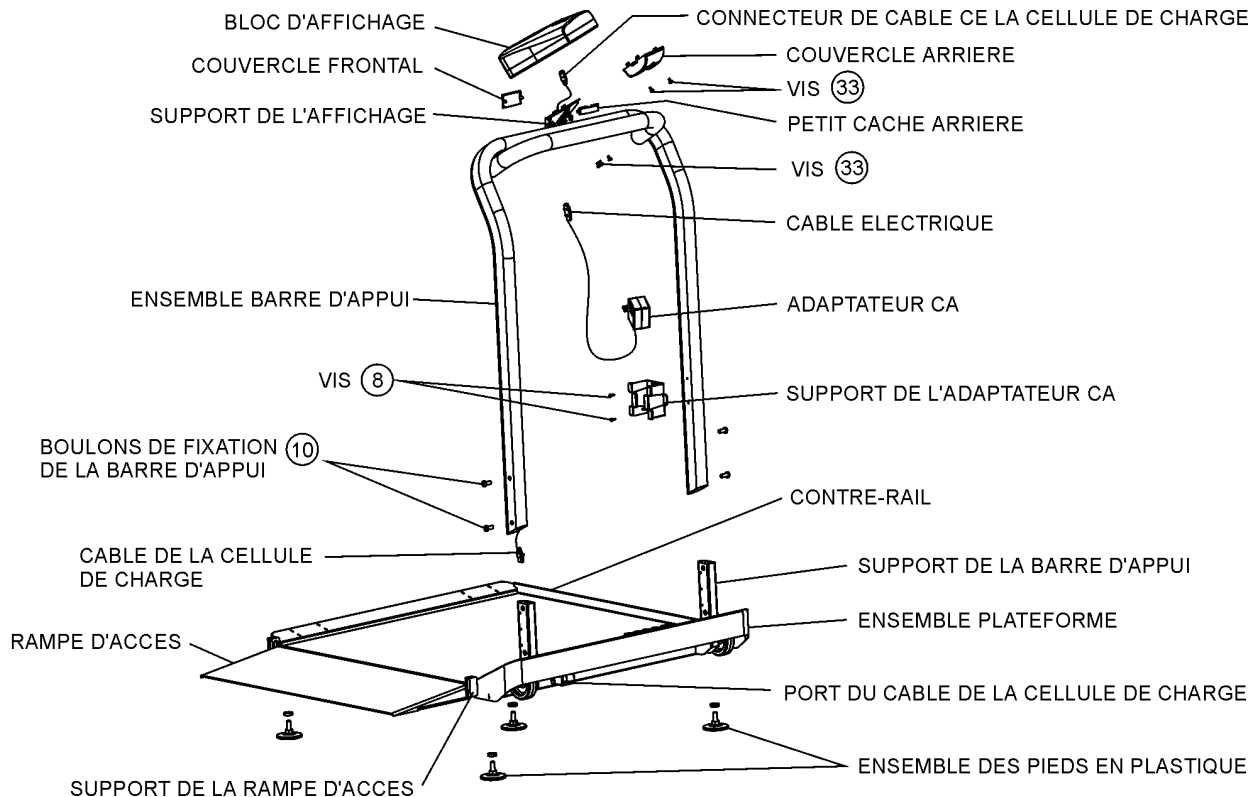

Figure 1. Montage après envoi
2. Desserrez toutes les vis du bas de l'ensemble barre d'appui. Maintenez la barre d'appui perpendiculaire à l'ensemble plateforme, comme l'indique la Figure 1. Enfilez le câble de la cellule de charge (qui dépasse du côté droit de l'ensemble barre d'appui) dans le tube du support droit de la barre de sorte qu'il passe dans le tube pour ressortir sous la plateforme.